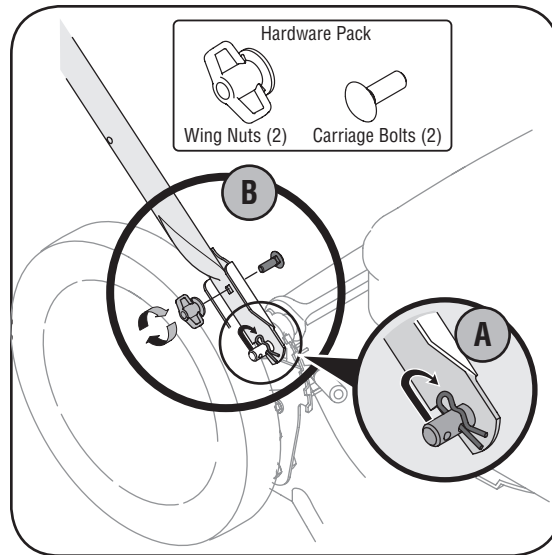

Figura 3-2: Asegure la manija inferior a las ménsulas de montaje.
- a. Saque el pasador de horquilla de este orificio. Con un par de pinzas, inserte el pasador de horquilla en el orificio en el pasador más cercano a la ménsula, Figura 3-2. Repita del otro lado.